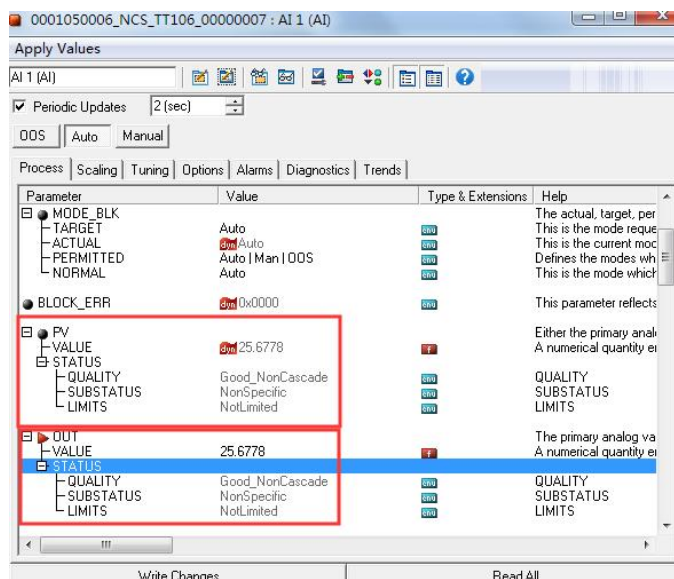

图 3.16 AI1 功能块采集值和状态
(4)完成AI功能块的配置后将AI1功能块的MODE\_BLK参数中的TARGET修改为Auto,MODE\_BLK参数中的ACTUAL参数应为Auto,否则根据BLOCK参数的提示修改配置。在PV和OUT参数中可以看到AI1功能块的温度值为25.6778状态为Good\_NonCascade,此时说明AI1功能块正常,如下图3.16所示。